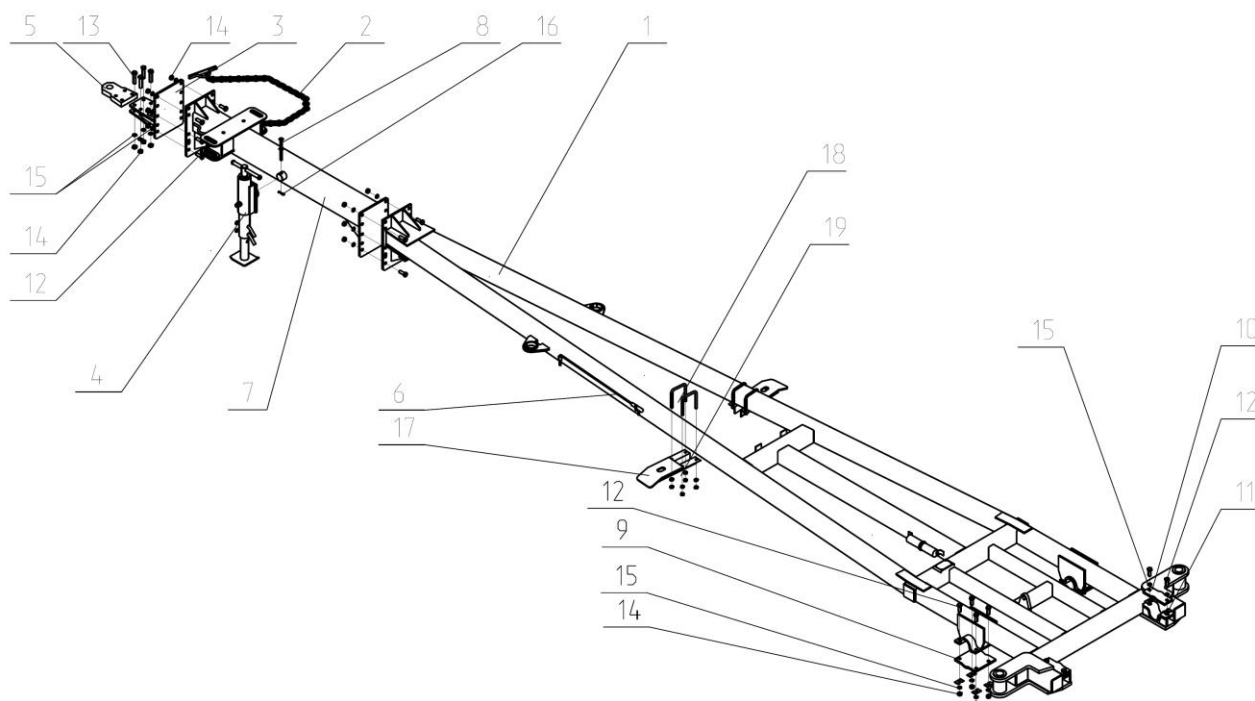

Рис.3. ЛДГ 01.010А Сница в сборе.
2.11. Сница в сборе (Рис.3) предназначена для присоединения луцильника к трактору. Сница в сборе состоит из сницы 1, на которую крепятся цепь страховая 2, кронштейна 3, серьги 5, опоры стояночной 4, чистика 6, удлинителя 7, а также прижима 9, при помощи которого к снице крепится мост и прижима 10, при помощи которого, к снице крепится секция центральная в сборе, поддержки 17, на которую опирается растяжки в транспортном положении.